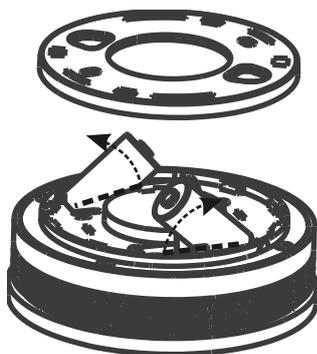
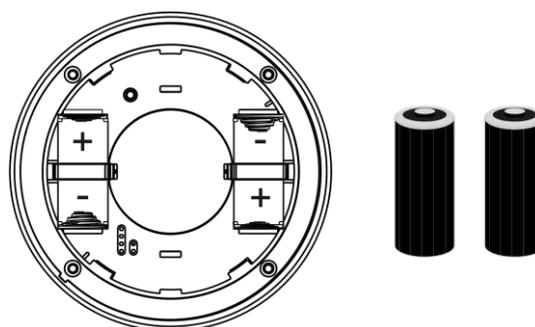

Figure 4
Figure 5
2. Retirer les piles usagées et insérer les piles neuves (**figure 4** et **figure 5**)